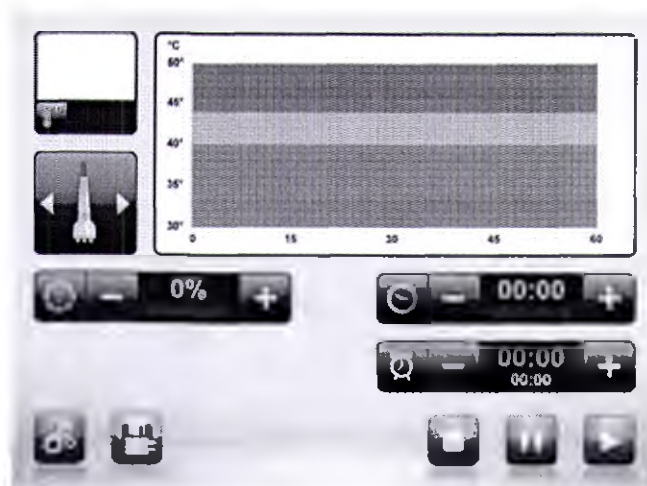

Рисунок 2. Экран Лечение
Экран Лечение - это главный экран аппарата (см. рис. 2). Управление аппаратом выполняется на этом экране.
1. Выберите нужный аппликатор (LB1, LF1, LB2 или LF2), в зависимости от области терапии, нажав на одну из стрелок, вперед или назад (см. рис. 2).